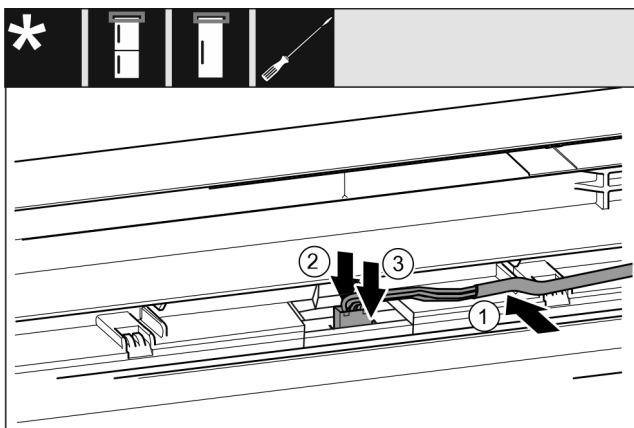

Fig. 45 Kühl-/Gefrierkombinationen / Gefriergeräte / Kühlgeräte*
- ▶ Kabel Fig. 45 (1) in die Führung in der oberen Tür einlegen.*
- ▶ Rastnase Fig. 45 (2) nach hinten drücken.*
- ▶ Stecker Fig. 45 (3) einrasten.*